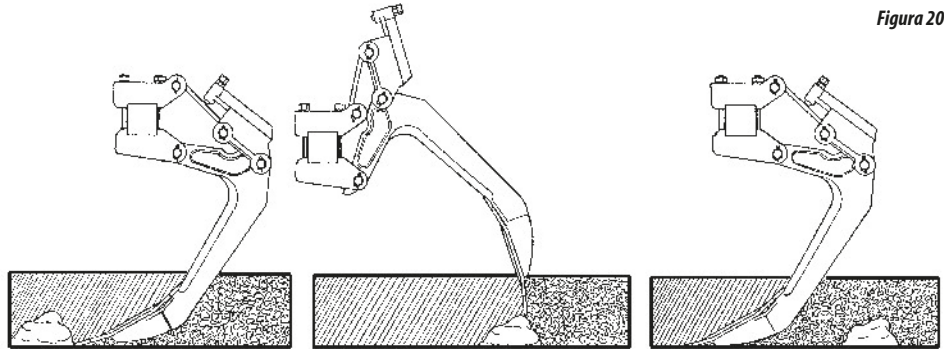

Figura 20
- 17-Los flejes tienen un exclusivo sistema de seguridad de desarme automático, que al chocarse con obstáculos se desarmen, y regresan a la posición normal de trabajo solamente levantando el equipo conforme **figura 20**.